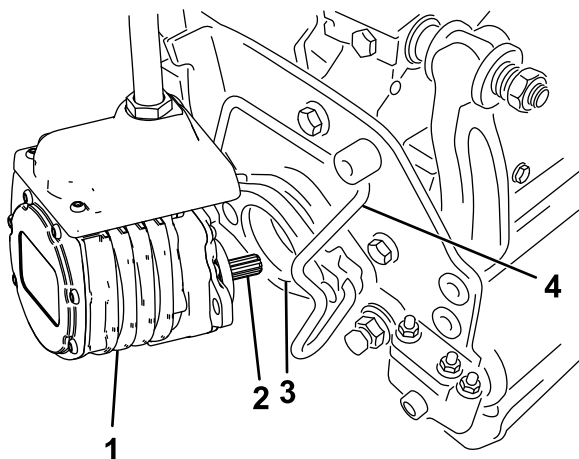

Figure 64
6. Enduisez de graisse propre l'arbre cannelé du moteur de l'unité de coupe (Figure 64).
7. Insérez le moteur dans le côté gauche de l'unité de coupe (vu par rapport à la position de l'utilisateur) et tirez la barre de retenue du moteur, située sur l'unité de coupe, vers le moteur jusqu'à ce que vous entendiez un déclic des deux côtés du moteur (Figure 64).